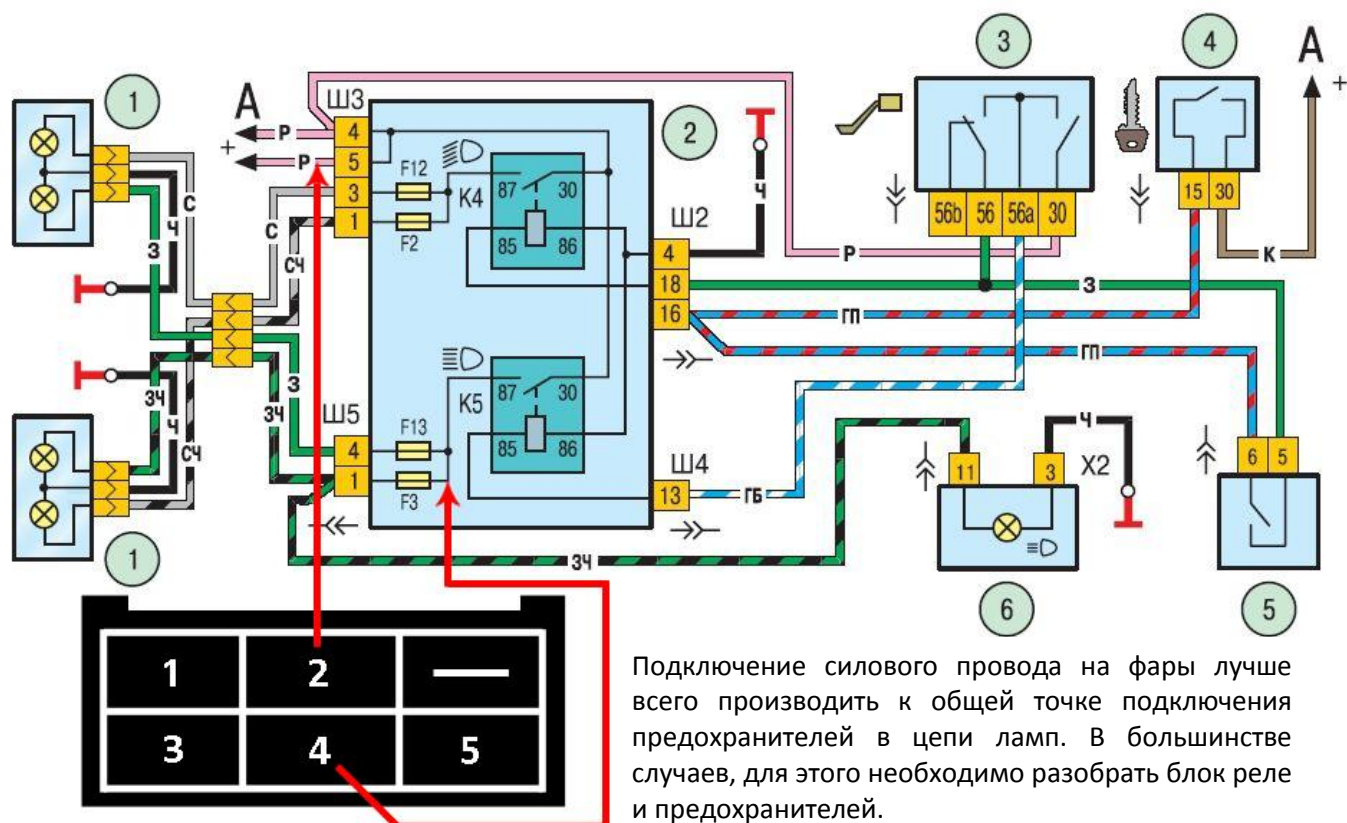

Рисунок 3
4. **Дальний свет** (зеленый провод сечением $1,5\text{мм}^2$). Подключается к цепи (+) питания ламп дальнего света. Рекомендуется найти точку подключения между реле дальнего света, если таковое существует и лампами дальнего света (приложение 1, рисунок 3). В контроллере данного типа предусмотрена защита от повышенного тока потребления и короткого замыкания, поэтому необходимости в дополнительной защите плавкими предохранителями нет. Данное соединение должно быть максимально надежным – пайка или качественное болтовое соединение с применением мер по предотвращению самораскручивания при неизбежных вибрациях. Категорически не рекомендуется использовать скрутку и обжим.
2. **Дальний свет** (зеленый провод сечением 1,5мм²). Подключается к цепи (-) питания ламп дальнего света. Рекомендуется найти точку подключения между реле дальнего света, если таковое существует и лампами дальнего света (приложение 1, рисунок 3). Если в цепи между точкой подключения данного провода и лампой дальнего света присутствует штатный плавкий предохранитель, то необходимости в дополнительной защите нет. В противном случае рекомендуется данный провод подключать к цепи